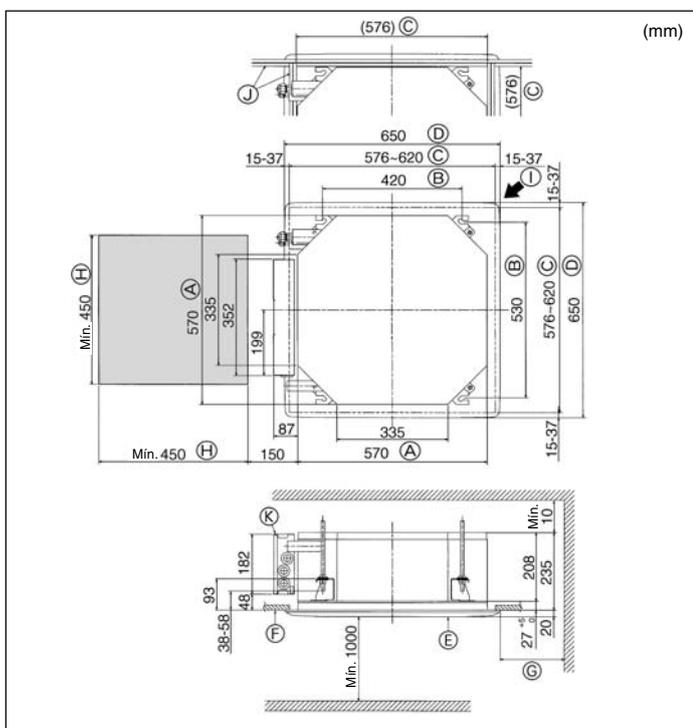

Fig. 4-2
⑤	Vite con rondella (M5 × 25) per montaggio griglia	4
⑥	Manicotto di drenaggio	1
⑦	Isolamento	1
⑧	Vite di fissaggio per ⑨ 3,5 × 16 (nera) (Per SLZ-KA-VAL)	2
⑨	Supporte del telecomando (Per SLZ-KA-VAL)	1
⑩	Batteria (AAA) (Per SLZ-KA-VAL)	2
⑪	Telecomando (Per SLZ-KA-VAL)	1
4.2. Posizione delle aperture a soffitto e dei bulloni di sospensione (Fig. 4-2)